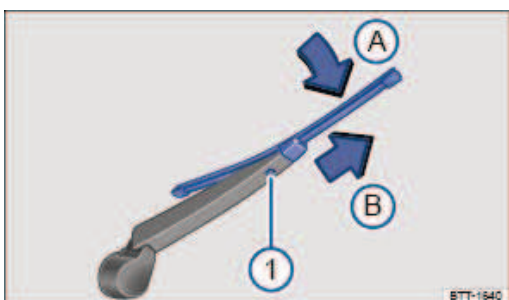

Fig. 183 Remplacement du balai d'essuie-glace arrière
- Maintenez enfoncée la touche de déverrouillage → *Fig. 183* .
- Basculez le balai d'essuie-glace en direction du bras d'essuie-glace → *Fig. 183* (flèche ) et retirez-le en même temps dans le sens de la flèche . Il se peut que vous deviez pour cela exercer une force relativement importante.
- Insérez un balai d'essuie-glace neuf de longueur et d'exécution identiques sur le bras d'essuie-glace dans le sens opposé à la flèche → *Fig. 183*  jusqu'à ce qu'il s'encliquette. Lors de cette opération, le balai d'essuie-glace doit se trouver en position déployée → *Fig. 183* (flèche ).